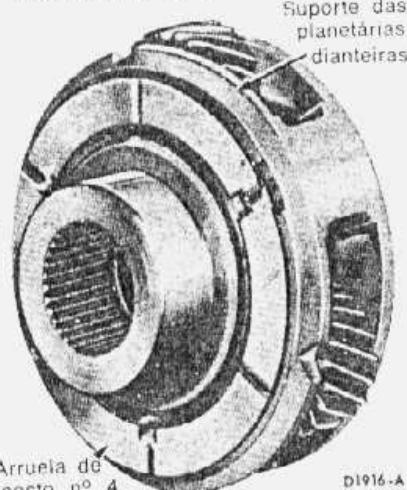

fig. 103 — localização da arruela de encosto nº 4
26. Instalar, no suporte das planetárias dianteiras (fig. 103), a arruela de encosto nº 4. Instalar, no cubo e coroa da embreagem de marchas para frente,